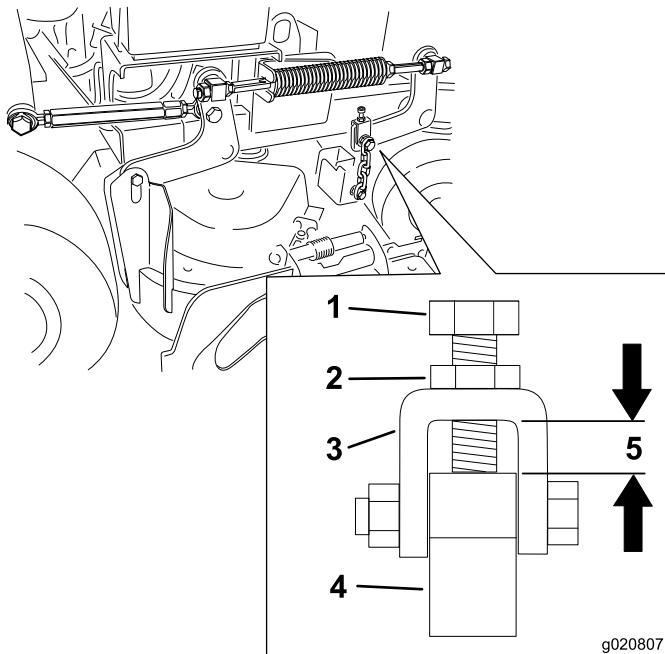

Figure 83
- Remarque:** L'écart doit être de 11 mm (7/16 po), comme montré à la Figure 83.
12. Desserrez l'écrou de blocage et ajustez le boulon de réglage de sorte à obtenir la distance correcte, comme montré à la Figure 83.